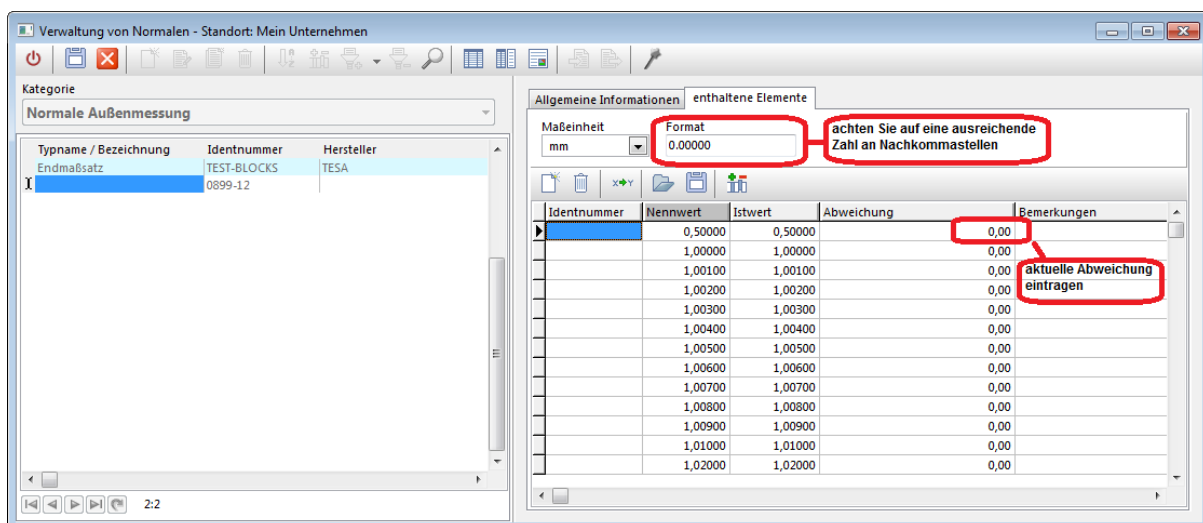

Abb. 7.2.5: Eingabe der Mittenmaßabweichungen des Referenzsatzes.
- Nachdem der Referenzsatz jetzt in der Datenbank angelegt ist, erfolgt die Eingabe der Mittenmaßabweichungen für alle im Satz enthaltenen Endmaße. Klicken Sie dazu auf das jeweilige Endmaß in der Liste [Abb. 7.2.5] und geben Sie die bekannte Maßabweichung auf der rechten Seite ein.